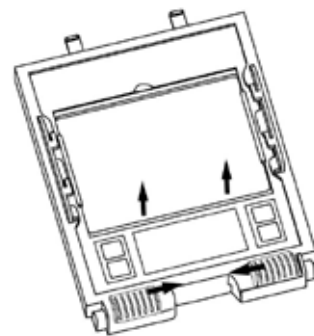
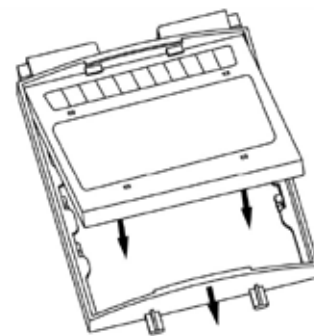

FIG. 9
FIG. 10
- Pour remplacer la lentille de protection externe, retirez le filtre (Fig.9) en relâchant le blocs de filtre inférieurs, appuyez-les vers le centre.
- Pour remplacer le filtre, retirez l'ensemble du filtre du masque (Fig.9). Fléchissez la partie supérieure du support et retirez le filtre (Fig.10). Montez le nouveau filtre avec soin et correctement. Repositionnez l'ensemble du filtre sur le masque.